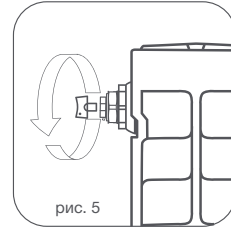

рис. 5
- 8.4. Для удаления воздуха из радиатора в верхний коллектор обязательна установка крана Маевского* или автоматического воздухоотводчика. Для удаления воздуха через кран Маевского необходимо периодически (несколько раз в год) вручную стравливать его с помощью специального ключа* (рис. 5).